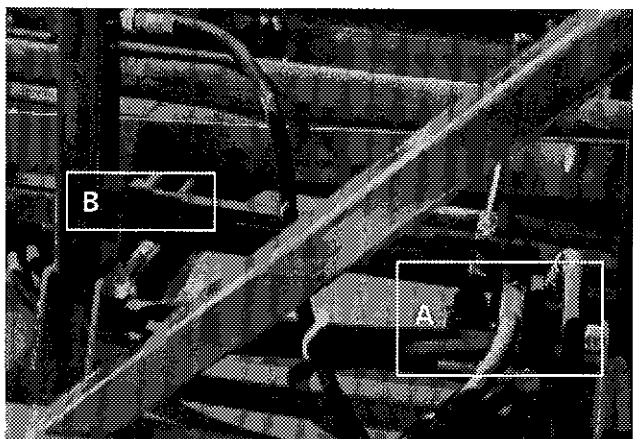

Figure 14
- 9) Vérifier le fonctionnement du mécanisme d'opération du poussoir. Il doit fonctionner librement et revenir automatiquement au point de départ. Si la valve (A fig. 14) ne s'enclenche pas correctement, ajuster la longueur de la tige en vissant ou dévissant la fourche (B fig. 14).